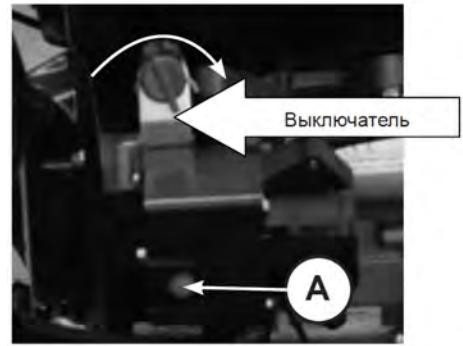

Рис.34
- Установите выключатель в положение ON (Вкл.). Нажмите и удерживайте кнопку запуска (A) электрического стартера (Рис.34).